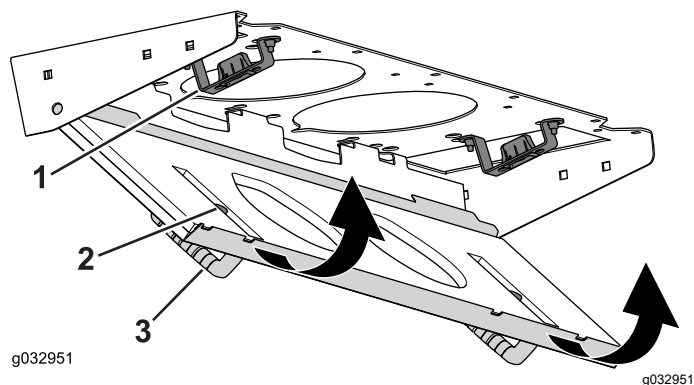

Figure 84
4. Faites pivoter le filtre sur les languettes jusqu'à ce que le verrou s'enclenche dans la fixation (Figure 84).